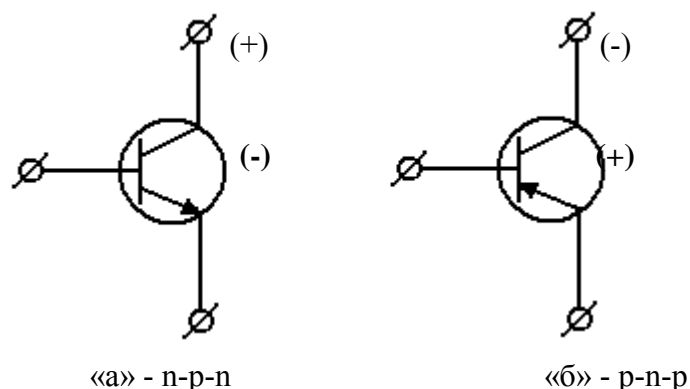

Рис. 2. Типы транзисторов.
Ниже приводится рекомендуемая последовательность расчета усилителя на базе транзистора p-n-p типа проводимости (рис. 2). Расчет усилителя с n-p-n типа транзистором аналогичен (в этом случае следует правильно выбрать полярность источника питания  $E_K$ ).
2.1. Изобразить семейство выходных и входных (при  $U_{\text{кэ}} = 5\text{В}$ ) характеристики заданного транзистора как показано на рис. 2.
Для этого использовать две точки (“d” и “c”) на выходных характеристиках транзистора (рис. 2):
$I_K$  max, и  $R_K$  max и обеспечить достаточно протяженный линейный участок переходной характеристики (см. рис. 2)
2.6. По точкам пересечения линии нагрузки с выходными характеристиками построить переходную характеристику транзистора  $I_K = f(I_B)$  (см. рис. 2)
(см. рис. 2)